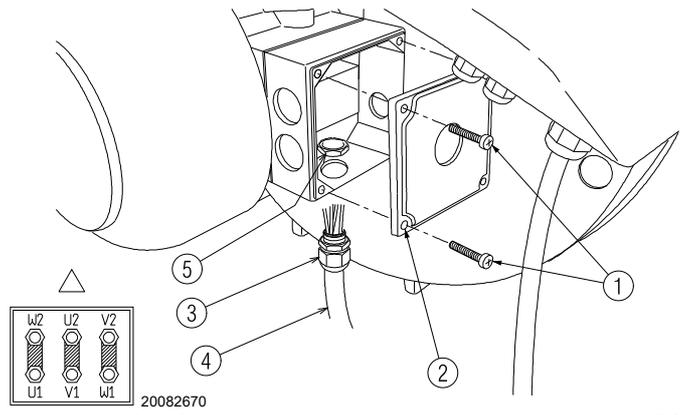

Abb.24
- für den Zugriff auf das Motorgehäuse die vier Schrauben 1)(Abb.24) lösen und den Deckel 2) abnehmen;
- Das Kabel 4) mit dem jeweiligen Anschluss am Motorgehäuse installieren und es sorgfältig mit der Nutmutter 5) befestigen (Abb.24).
- Eine abschließende Sichtprüfung durchführen und durch Eindrehen der 4 Schrauben 1)(Abb.24) das Motorgehäuse schließen.